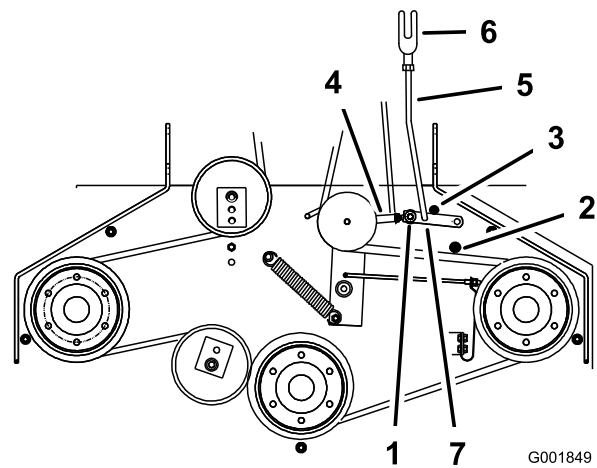

Bild 48
8. Entfernen Sie den Splint aus dem Stützarm, um den Stützarm-Lenker einzustellen (Bild 48).
11. Setzen Sie den Stützarm-Lenker in den Stützarm und befestigen ihn mit dem Splint (Bild 48).
5. Stellen Sie sicher, dass der Stützarm am hinteren Stützarmanschlag am Mähwerk anliegt (Bild 48).
7. Der Stützarm sollte den vorderen Stützarmanschlag am Mähwerk berühren. Wenn er ihn nicht berührt, bringen Sie den Kippschalter näher an die Verstärkung (Bild 48).